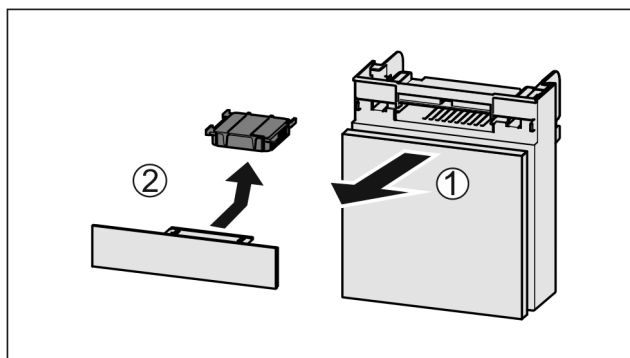

Fig. 147
- ▶ Zásuvku vytáhněte dopředu Fig. 147 (1).
- ▶ Filtr s aktivním uhlím vyjměte Fig. 147 (2).